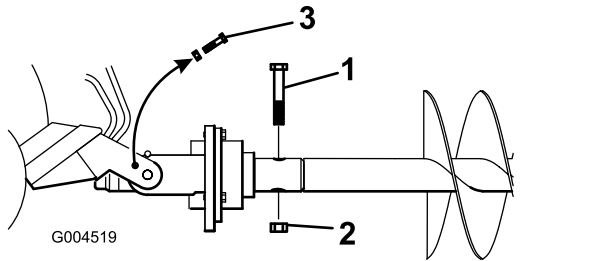

Bild 8
10. Befestigen Sie den Erdbohrer mit einer Schraube (7/8" x 4 1/2") und einer Mutter (7/8") am Antriebskopf, wie in Bild 8 abgebildet.